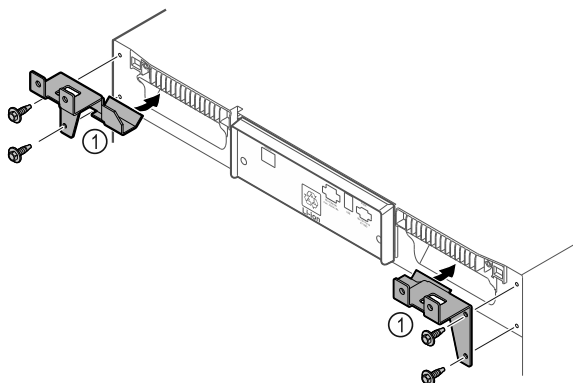

Fig. 10
- Vasthouddelen Fig. 10 (1) met meegeleverde schroeven op het apparaat monteren.